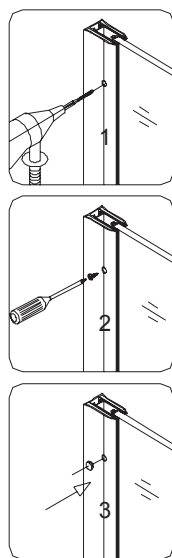
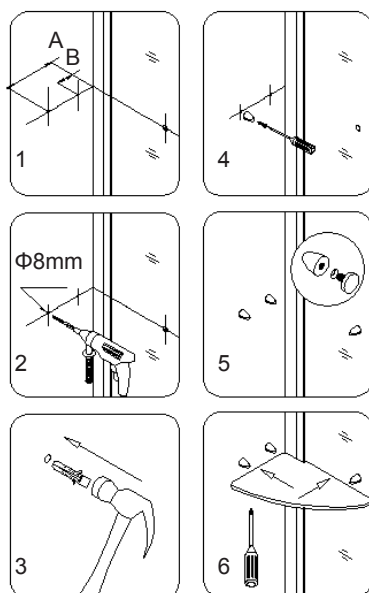

Рис. 18
Рис. 19
22. Повторно проверьте, что между стеклянной дверью и водоотталкивающей полосой (31) присутствует промежуток 1/16" - 1/8". Затем просверлите отверстия в профиле для стекла (4) сквозь настенный профиль (5). Закрепите настенный профиль (5) и профиль для стекла (4) при помощи шурупа с плоской головкой ST4.2×16 (15). Закройте головки шурупов декоративными крышками (14). См. рис. 18 для более подробной информации.
23. См. рис. 18, чтобы наметить отверстия для кронштейна для стекла (без гайки) (23). Убедитесь, что следы четкие. Просверлите отверстия и вставьте анкера (25). Чтобы прикрепить с кронштейны для стекла (23) к стене используйте шурупы с плоской головкой ST4.2×25 (26). Установите кронштейн для стекла с гайкой (24) на стационарном стекле (22). Смонтируйте две стеклянные полки (32). См. рис. 19 и 20 для более подробной информации.